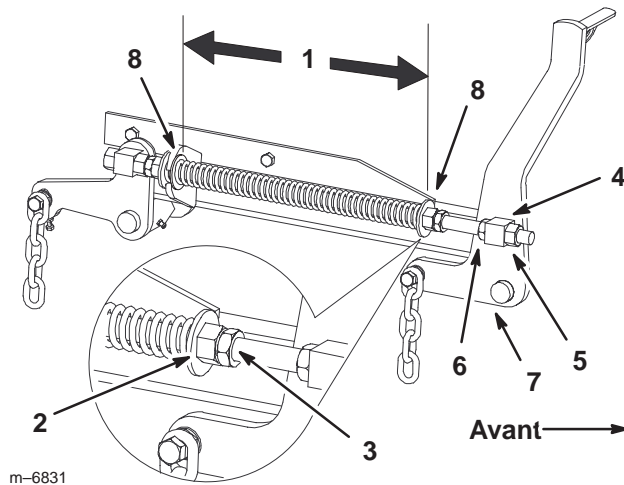

Figure 72
- Desserrez d'environ 13 mm (1/2 pouce) les écrous de blocage à l'avant des pivots avant gauche et droit (Fig. 72).
- Réglez les écrous de relevage sur les cotés gauche et droit de la machine de manière à **abaisser l'avant de 6 à 10 mm (1/4 à 3/8 pouce) au point A par rapport au point B à l'arrière** (Fig. 72).
1. Déplacez le levier de relevage du plateau de coupe à la position de transport (Fig. 72).
2. Vérifiez que les deux grandes rondelles sont espacées de 28,3 cm (11-1/8 pouces) (Fig. 72).
3. Réglez cette distance en desserrant l'écrou de blocage du ressort et en tournant l'écrou devant chaque ressort (Fig. 72). Tournez l'écrou dans le sens horaire pour raccourcir le ressort, et dans le sens inverse pour l'allonger.
4. Bloquez l'écrou en position en serrant l'écrou de blocage du ressort (Fig. 72).